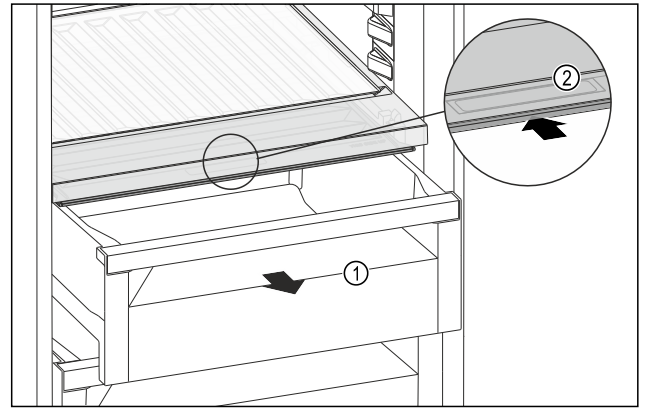

Fig. 211
- ▶ Витягніть висувний ящик Fig. 211 (1).
- ▶ Візьміться за потайну ручку Fig. 211 (2) на кришці відділення й одночасно посуньте кришку відділення назад.